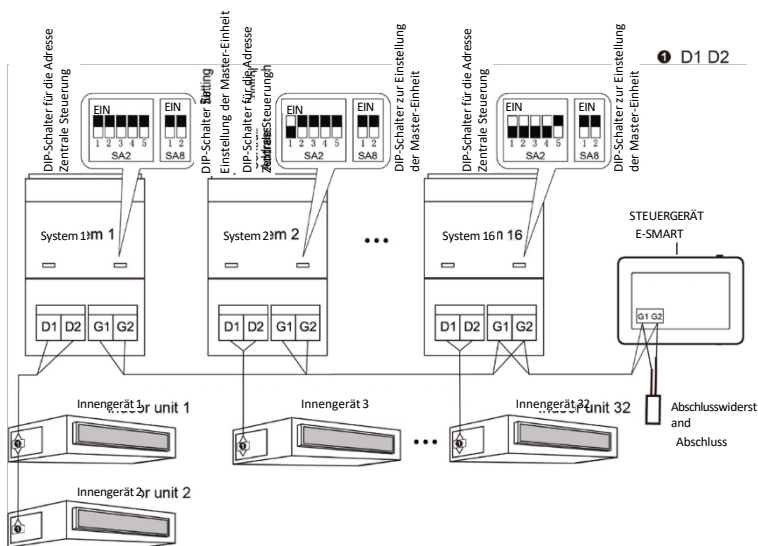

Abb. 3.6 An das Netzwerk des Wärmerückgewinnungsmodul-Umrichters angeschlossene zentrale Steuerung
- 5 Wenn der zentrale Regler an das Wärmerückgewinnungsnetz angeschlossen werden soll, nehmen Sie die Anschlüsse gemäß Abb. 3.6 vor. Methode 2 gilt auch für den an das Wärmerückgewinnungsnetz angeschlossenen zentralen Regler.